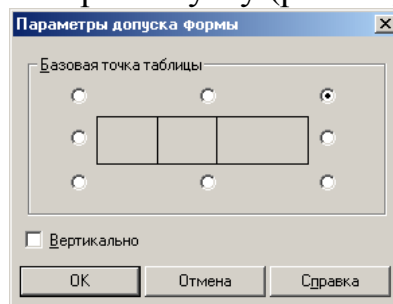

Рис. 48
- если вас не устраивает расположение базовой точки на фантоме таблицы допуска, обратитесь к кнопке **Параметры** на панели специального управления, задайте ее в правом верхнем углу (рис. 48) и поместите в точку p3;